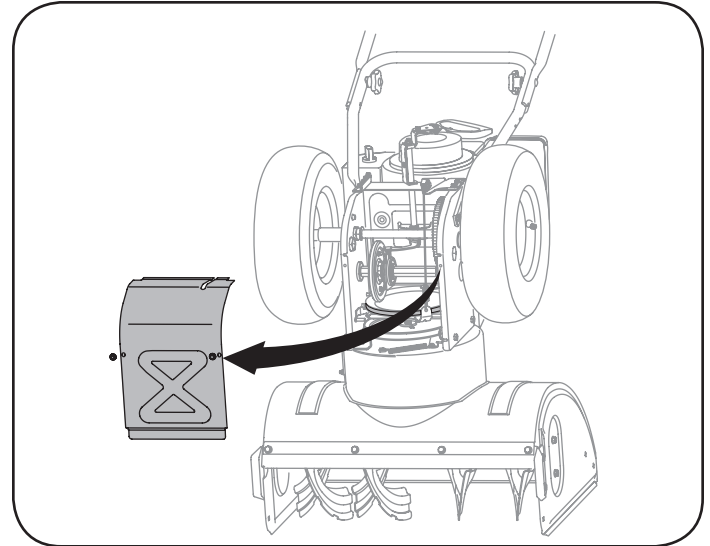

Figura 21
5. Saque la cubierta del marco desde debajo de la máquina quitándole retirando los cuatro tornillos autorroscantes que la aseguran. Vea la figura 21.
5. Saque la cubierta del marco desde debajo de la máquina quitanieve retirando los cuatro tornillos autorroscantes que la aseguran. Vea la figura 21.